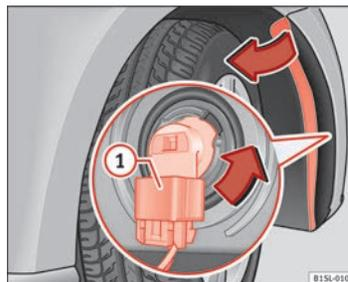

Fig. 147 Sostituzione delle lampadine dei fari.
5. Sbloccare il connettore ⇒ fig. 147 ① e rimuoverlo.
6. Girare il portalamпада ⇒ fig. 147 nella direzione della freccia, **in senso antiorario** fino a fine corsa ed estrarlo insieme alla lampadina, tirando all'indietro.
9. Collegare il connettore ⇒ fig. 147 ① al portalamпада. Il connettore deve incastrarsi emettendo un "clic".